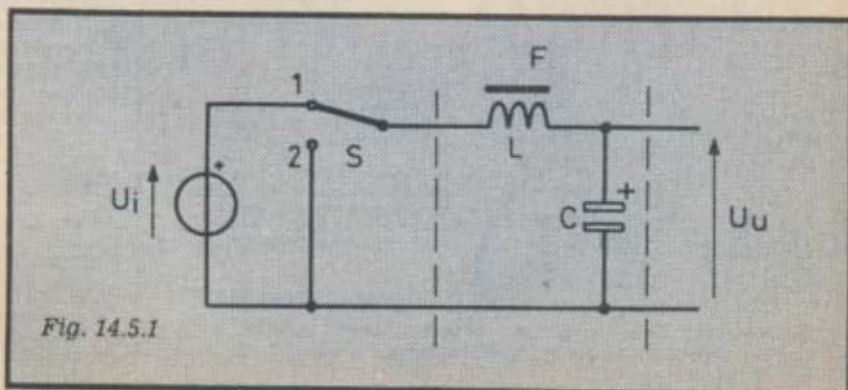
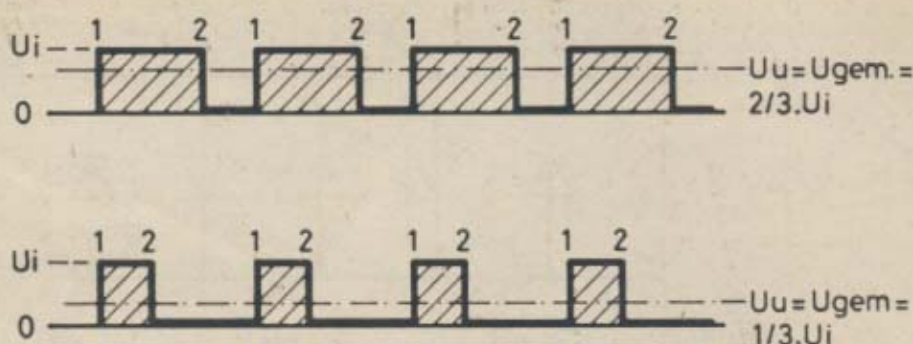

Fig. 14.5.1
Fig. 14.5.2
Over dit onderwerp zou nog wel een hele serie te schrijven zijn; gezien het beperkt belang hiervan voor de voedingen van kleine vermogens waarmee wij ons het meeste bezig houden - zullen we voorlopig alleen het principe behandelen; dit is in fig. 14.5.1 en in fig. 14.5.2 afgebeeld.
wat de blokken „eruitfiltert”, zodat we alleen de gelijkspanning overhouden. Staat de schakelaar in stand 2, dan wordt de ingang van de smoorspoel „aan aarde” gelegd, zodat de spanning nul wordt; de stroom door de smoorspoel blijft echter vloeien, wat een vereiste is. Uiteindelijk krijgen we aan de uitgang het „gemiddelde” van de blokken, zoals die in fig. 14.5.2 zijn afgebeeld. Maken we nu de achterzijde (2) van het blok regelbaar, dan kunnen we zodoende de uitgangsspanning U_u regelen, zonder dat daarbij - althans theoretisch - verliezen bij optreden; dit is nu wel de grootste aantrekkelijkheid van schakelende voedingen. Ook stabilisatie is zeer eenvoudig te verkrijgen, door vanaf de uitgang de lengte van de blokken te regelen en wel doordat de tijdsduur van deze blokken afhangt van de uitgangsspanning.